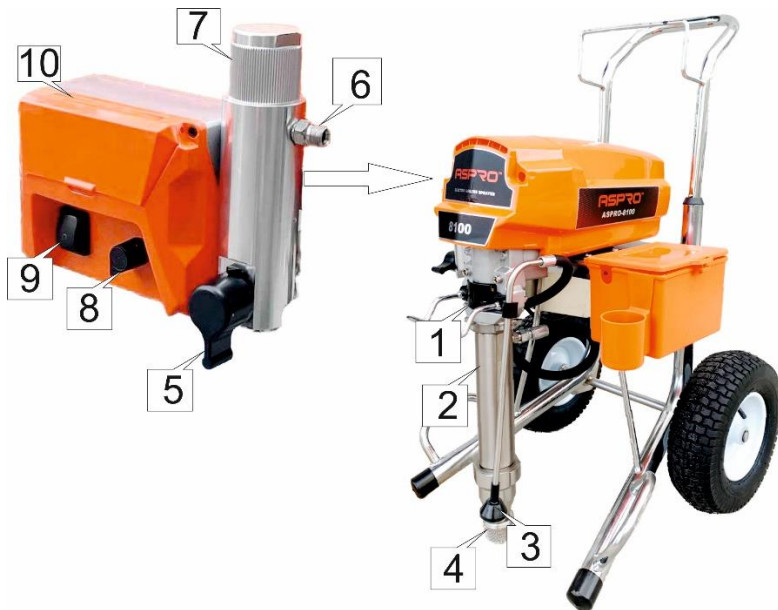
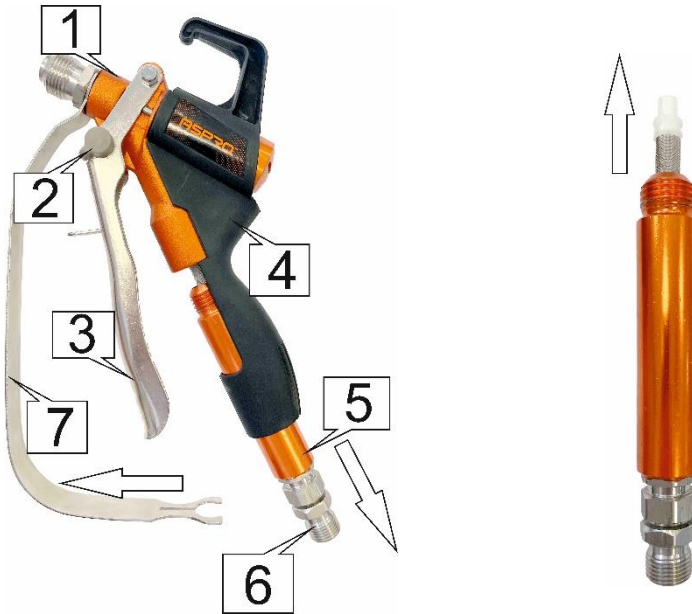

Рис.1
Рис.2
1. Подсоедините один конец окрасочного шланга к штуцеру коллектора №6 (рис.1), другой конец соедините с поворотным соединением №6 (рис.2) пистолета-распылителя. Снимите соплодержатель и сопло
2. Установите предохранитель курка на пистолете №2 (рис.2) во включенное положение.
3. Заполните гайку уплотнения горловины через отверстие №1 (рис.1) составом для уплотнений, чтобы предотвратить преждевременный износ уплотнения. Всегда выполняйте смазку перед началом работы. Не позволяйте краскораспылителю работать всухую больше 30 секунд
4. Убедитесь, что выключатель №9 (рис.1) находится в положении «0» - Выключено. Подключите штепсель к электрической сети 220В.
5. Установите дренажный кран №5 (рис.1) в положение заливки (ручка направлена вниз).
6. Поместите насос №2 (рис.1) с фильтром грубой очистки №4 (рис.1) в заземленную металлическую емкость, частично наполненную жидкостью для промывки. Подсоедините провод заземления к емкости и к контуру заземления.
1. Установите регулятор давления №8 (рис.1) на минимальное значение, повернув его против часовой стрелки до упора.
2. Переведите выключатель №9 (рис.1) в положение «I» Вкл. Для включения электродвигателя.
3. Поверните регулятор давления №8 (рис.1) по часовой стрелке на 1/3. Двигатель начнет работу, жидкость будет поступать в насос. Дайте жидкости циркулировать через дренажную трубку в течение 15 секунд.
4. Поверните дренажный кран №5 (рис.1) вверх (ручка горизонтально). Жидкость перестанет выходить из дренажной трубки.
1. Переведите выключатель №9 (рис.1) в положение «О» Выкл. Для выключения электродвигателя.
2. Убедитесь, что дренажная трубка находится в емкости. Удерживая трубку, поверните дренажный кран №5 (рис.1) вниз. Жидкость выйдет из насоса через дренажную трубку.
5. Убедитесь, что в системе нет давления жидкости. На дисплее блока контроля №10 (рис. 1) отображается «0».
7. Очистите фильтр в ручке пистолета и в коллекторе №.7 (рис.1)